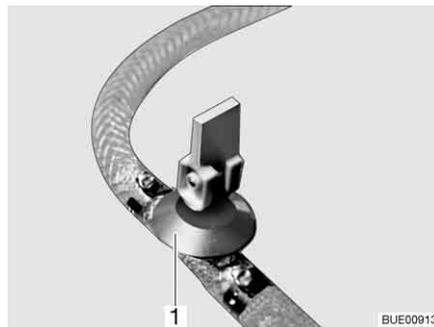

Bild 168 Ablasshahn (mit Kipphebel)
- Alle Ablasshähne öffnen. Dazu den Kipphebel des Ablasshahns (Bild 168, 1) senkrecht stellen.